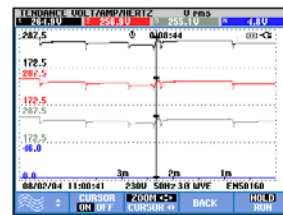

Figure 17-6. Tendance, curseur et zoom activés
- Appuyez sur F3 pour transformer les touches de direction en zoom. Vous pouvez à présent employer les flèches gauche et droite pour agrandir ou réduire les tendances verticalement, comme illustré à la figure 17.6. Utilisez les flèches haut et bas pour effectuer la même opération verticalement. Si le curseur est activé, le zoom horizontal se fait de façon symétrique autour du curseur. Dans le cas contraire, le zoom horizontal démarre à droite de l'écran. Le zoom vertical s'opère également à partir du centre de l'écran.